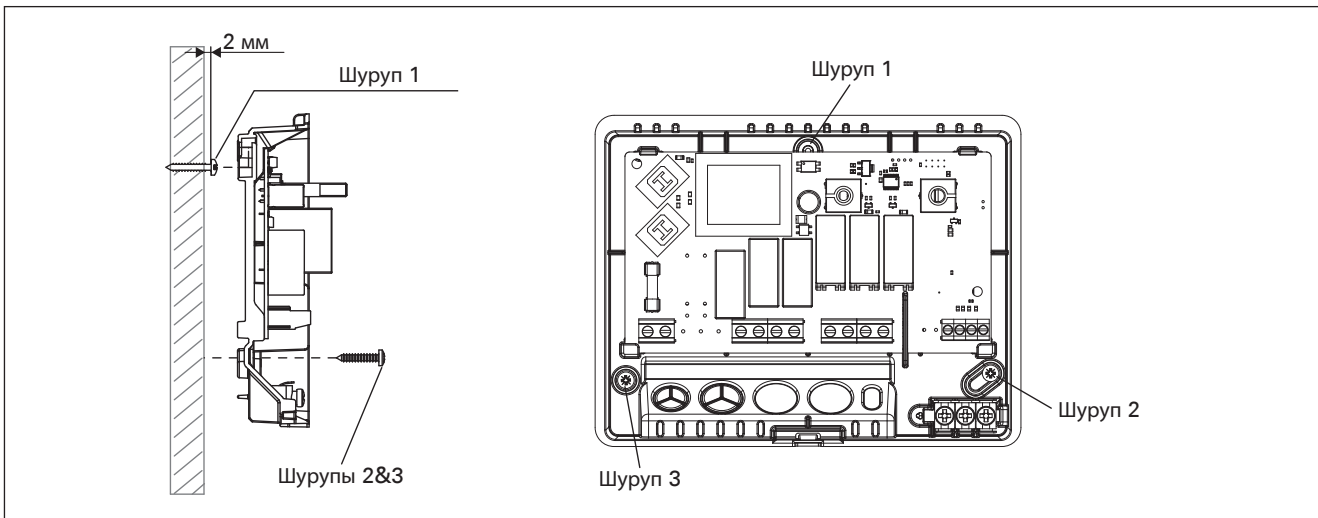

Рисунок 5. Крепление устройства к стене.
На задней стенке корпуса пульта управления имеются отверстия для трех (3) шурупов для крепления пульта к стене. См. Рисунок 5.